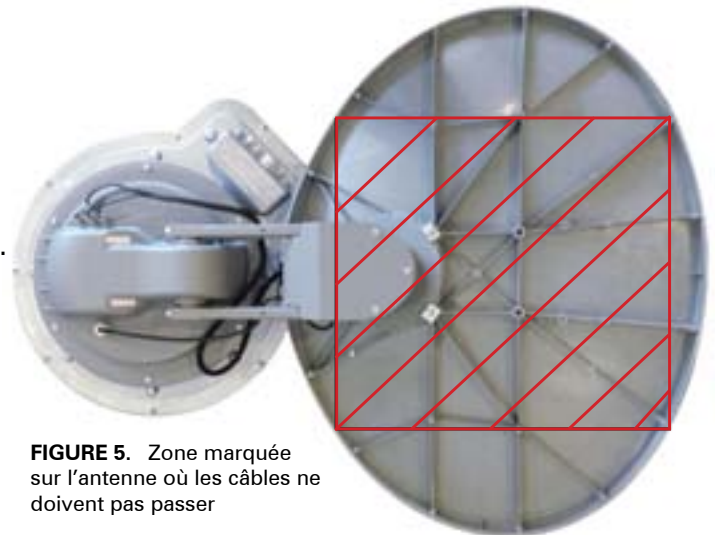

FIGURE 5. Zone marquée sur l'antenne où les câbles ne doivent pas passer
5. Les fils ne devraient pas être glissés à travers la zone à rayure (voir figure 5). Tout ce qui se trouve dans la zone à rayure interférera avec l'opération de l'antenne TRAV'LER et peut causer des dommages à l'objet ou à l'antenne.